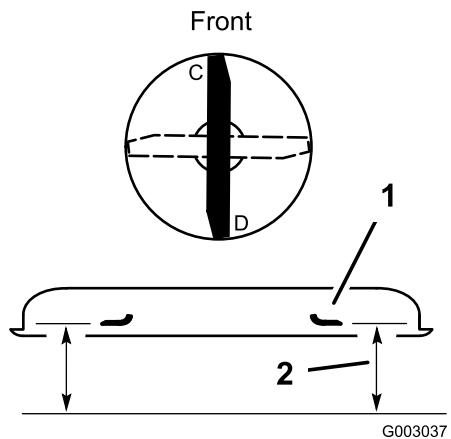

Figure 49
- Tournez une lame dans le sens longitudinal (Figure 49). Mesurez la distance aux points **C** et **D** entre une surface plane et le bord coupant des pointes des lames (Figure 49).